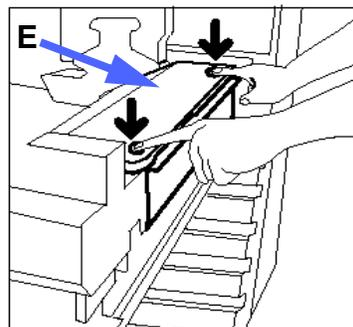

Figura 44: Libertar a Tela de Limpeza
- 4 Prima os botões de desengate dianteiro e traseiro na parte superior da unidade do fusor, tal como ilustrado na Figura 44, para libertar a Tela de Limpeza (área E). A tela abre para a direita do Módulo de Percurso do Papel.